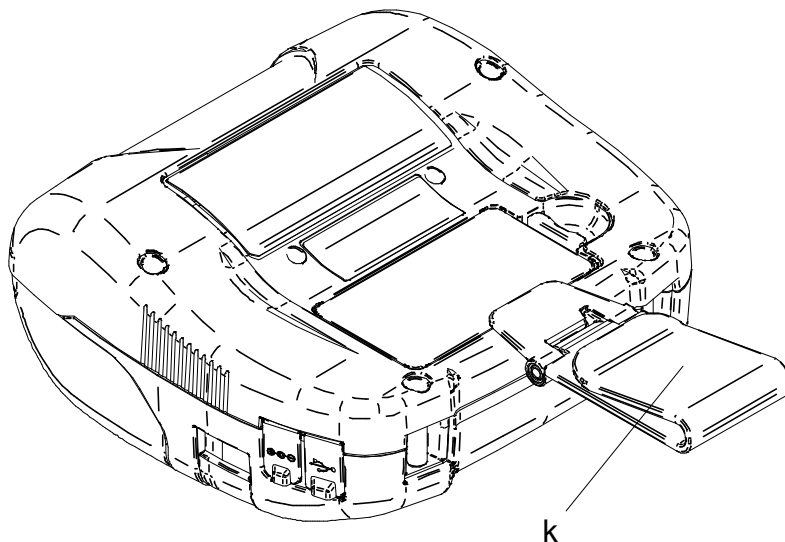

Figura 14-3 Colocación del clip de cinturón (3)
- (5) Inserte la batería en la impresora.
(6) Enganche la parte "k" del clip de cinturón a su cinturón como se muestra en la Figura 14-3.